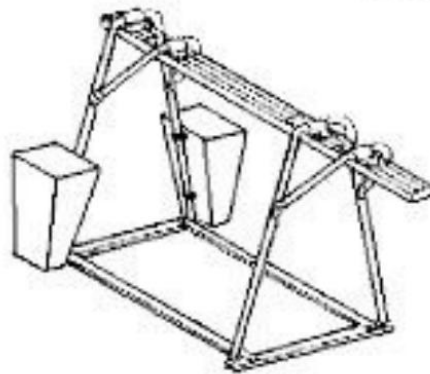

FIG. 6 — Colocación de los contenedores de contrapeso
- 6) Introduzca en cada contenedor 153 kg de contrapeso, para una masa global de 306 kg, con soporte a caballete de capacidad máxima 300 kg. A continuación cierre los contenedores con tapa y candado (véase FIG. 6). Está absolutamente prohibido llenar los contenedores de contrapeso con material líquido.